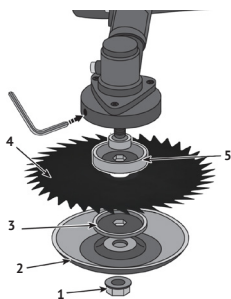

рис.5
6.4 Установка режущего ножа (рис. 5)
- застопорив шпиндель, открутить гайку крепления ножа (рис.5 поз.1), поворачивая её по часовой стрелке (резьба левая);
- снять нижнюю крышку (рис.5 поз.2) и зажимной фланец (рис.5 поз.3) со шпинделя выходного редуктора;
- установить на шпиндель: опорный фланец (рис.5 поз.5), режущий нож (рис.5 поз.4), зажимной фланец и нижнюю крышку;
- убедитесь, что режущий нож отцентрирован и ровно лежит на опорном фланце (рис.5 поз.3);
- застопорив шпиндель, открутить гайку крепления ножа (рис.5 поз.1), поворачивая её по часовой стрелке;
- снять нижнюю крышку (рис.5 поз.2), зажимной фланец (рис.5 поз.3) и нож, если установлен, со шпинделя выходного редуктора;